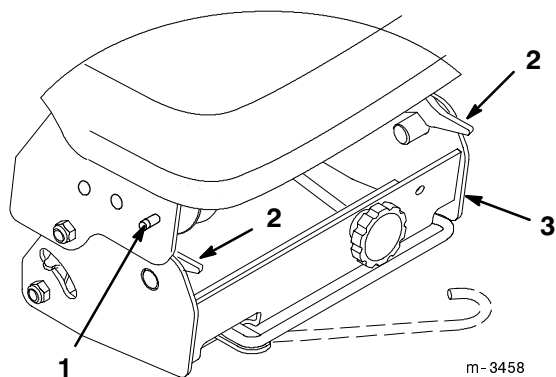

Figure 24
- 11.** Si l'on souhaite déposer la boîte à poulies, presser les boutons de déblocage des loquets de l'Attach-A-Matic™ avant (Fig. 24) et lever les manettes de verrouillage pour ouvrir les loquets qui retiennent la boîte à poulies. Déposer la boîte à poulies.